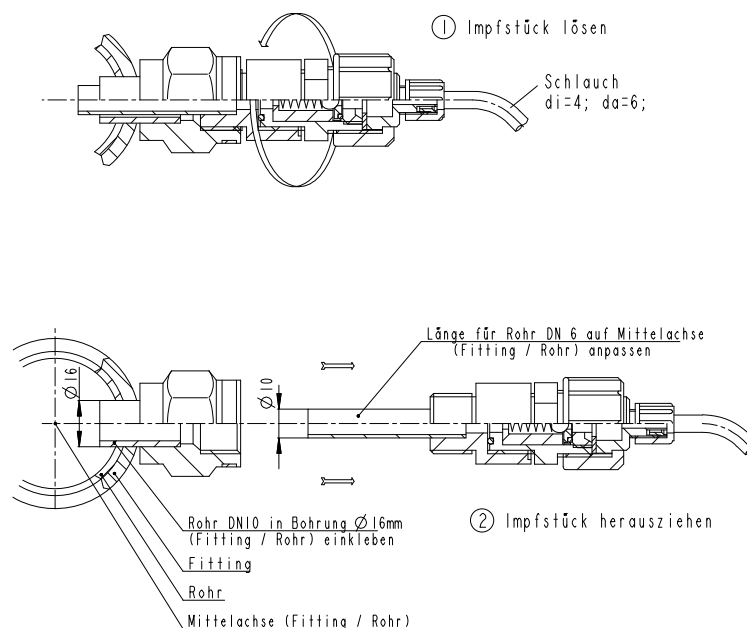

Abb. 8: Einbauzeichnung Dosiergruppe 2.70
- Die Dosierstelle 2.70 ist nach der Einbauzeichnung (Abb. 8) anzubringen.